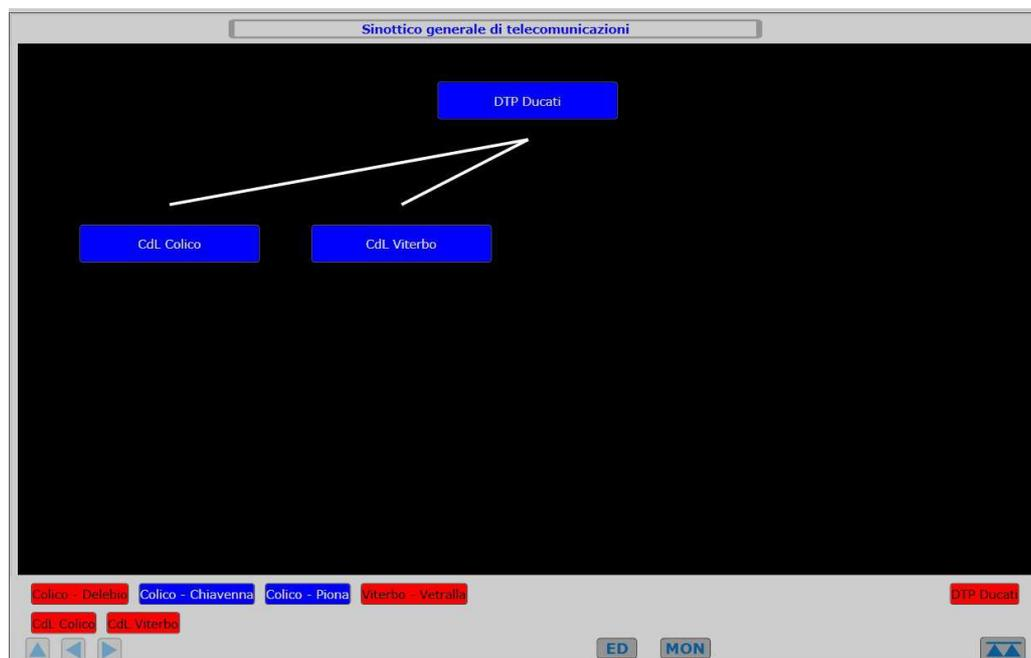

Figura 64 – Sinottico generale di Telecomunicazioni di DTP
La pagina in Figura 64 è accessibile:
- Dal Sinottico generale di Telecomunicazioni (vedi Figura 64) attraverso la selezione del tasto della DTP
Tasti di navigazione	<ul style="list-style-type: none"> • Pagina di Partenza • Pagine orizzontali (eventuali) • Pagina SU per ritornare al livello gerarchico superiore. In questo caso si ritorna al Sinottico generale di Telecomunicazioni (Figura 64)